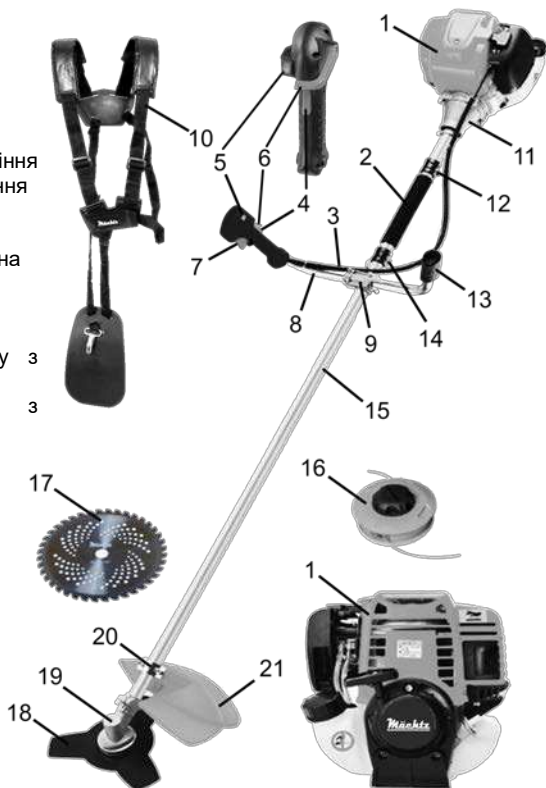

Рисунок 1
Покладіть бензотример на рівну горизонтальну поверхню таким чином, щоб двигун обпирявся на захисну опорну пластину (31, рисунок 1). Відкрутіть кришку-щуп отвору для заливання оливи в картер двигуна (29, рисунок 1) і налейте в заливну горловину 70-100 мл моторної оливи.
- Увімкніть запалювання, встановивши вимикач запалювання (5, рисунок 1) на правій рукоятці в положення «I».
- Міцно утримуючи рукоятку стартера плавно потягніть за рукоятку до моменту зчеплення храпового механізму стартера з маховиком, після чого різко й енергійно потягніть рукоятку стартера. При цьому треба діяти вкрай акуратно, щоб не вирвати мотузку стартера з кріплення. Виконуйте дану процедуру до тих пір, поки двигун не запуститься. Щоб керувати обертами колінчастого валу двигуна, використовуйте важіль дроселя (7, рисунок 1) на правій рукоятці.